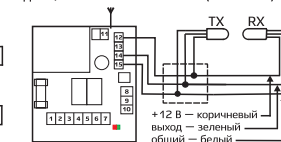

Рис. 5 — Подключение оптосенсора SIGNAL 12
- оптосенсоры SIGNAL 12 (см. рис. 5);